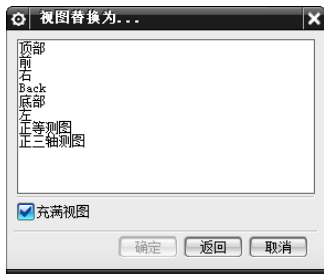

图 1-5 “视图替换为”对话框
6. 替换视图。选择【菜单】→【视图】→【布局】→【替换视图】命令或单击【视图】选项卡，选择【视图】组→【更多】库→【查看布局】库中的【替换视图】图标，弹出如图 1-5 所示的“视图替换为”对话框，该对话框用于替换布局中的某个视图。